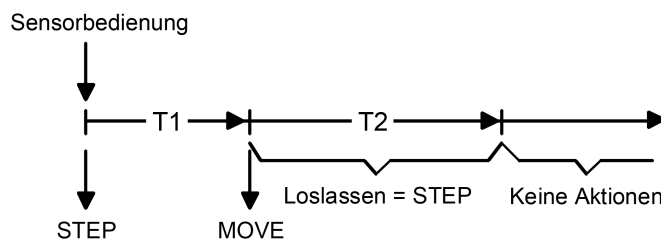

Bild 26: Telegrammkonzept bei der Bedienung einer Sensorfläche der Kanalfunktion "Jalousie Step / Move / Step"
- Unmittelbar beim Drücken einer Sensorfläche sendet das Gerät ein Kurzzeittelegramm auf den Bus aus (Bild 26), wodurch ein fahrender Antrieb gestoppt und intern die "Zeit zwischen Kurz- und Langzeitbedienung" T1 gestartet wird. Wenn das betätigte Sensorelement innerhalb von T1 wieder losgelassen wird, sendet das Gerät kein weiteres Telegramm aus. Dieser Step dient zum Stoppen einer laufenden Dauerfahrt. Die "Zeit zwischen Kurz- und Langzeitbedienung" wird in der Konfigurationssoftware definiert und sollte kürzer eingestellt sein als der Kurzzeitbetrieb des Aktors, damit es hier nicht zu einem störenden Ruckeln des angesteuerten Antriebs kommt.